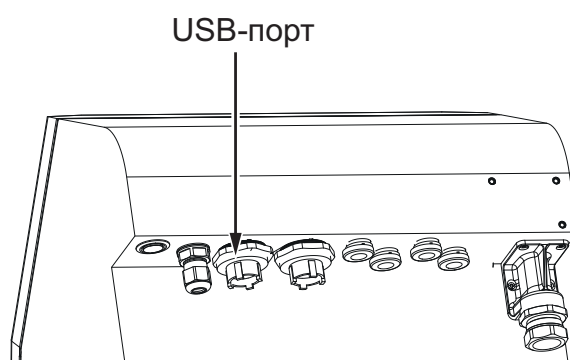

Рис. 4-12: Расположение USB-порта
1. Найдите USB-порт на тыльной стороне принтера (см. Рис. 4-12) и вставьте USB-накопитель.